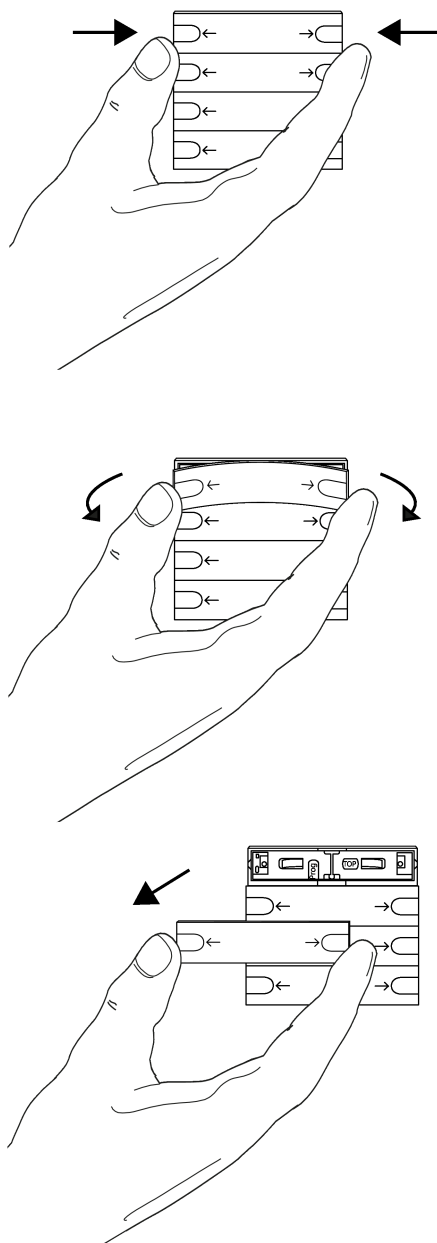

Bild 5: Demontera idrifttagningsvipp
- Lossa idrifttagningsvippkontakten genom att dra av den från touchsensorn från bägge riktningar (se bild 5).